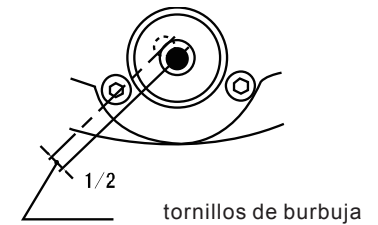

Fig.11
- Se usa una llave ajuste los tornillos de burbuja para mover la burbuja al centro. (Fig. 11)